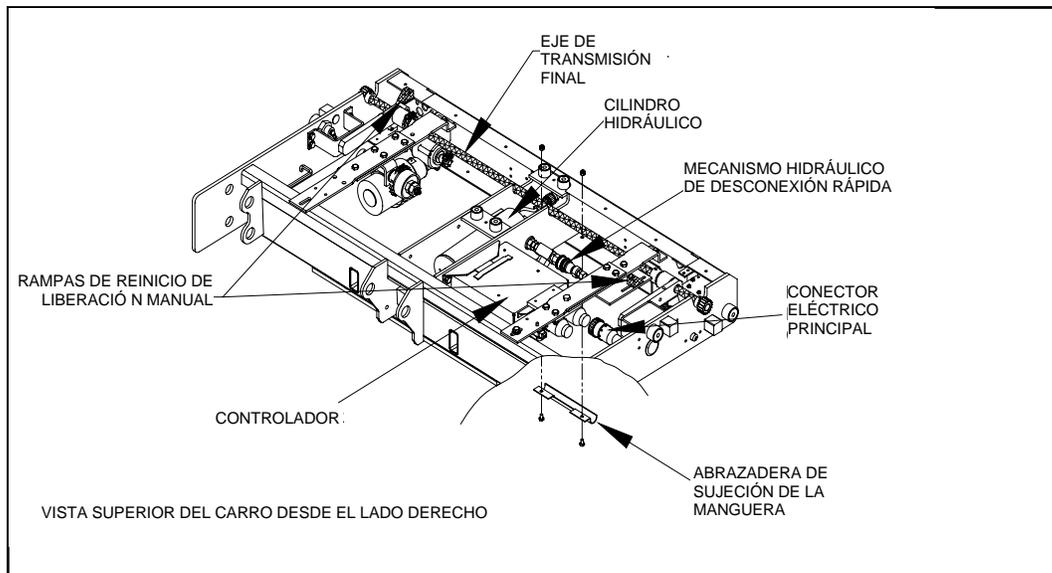

FIGURA 4-16: COMPONENTES DEL CARRO
- Consulte la **Figura 4-16**. Compruebe que los ejes de liberación de la plataforma están en engranados (girados en dirección opuesta a lo que se indica en la etiqueta contigua). Desvíe hacia abajo el eje de transmisión final para desengranarlo de la cremallera. Use envoltorios de nylon o algo similar para mantener desengranado el eje de transmisión.
- 1) Consulte la **Figura 4-16**. Deslice la junta de acoplamiento de goma sobre el eje de entrada de la caja de engranajes.